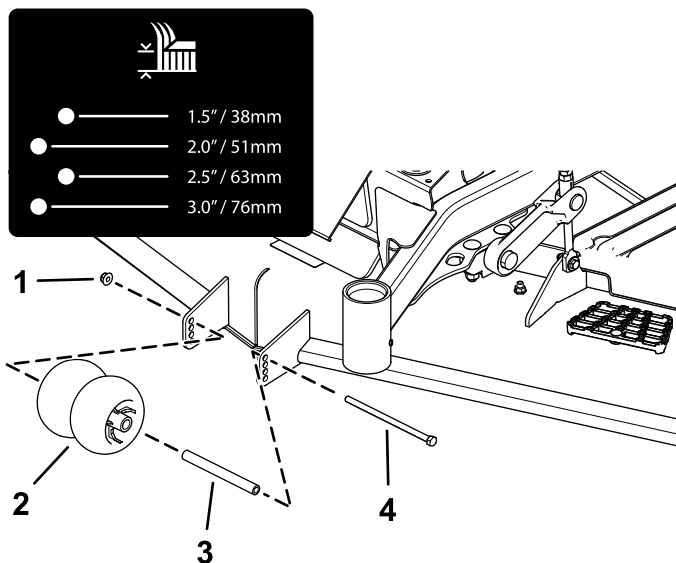
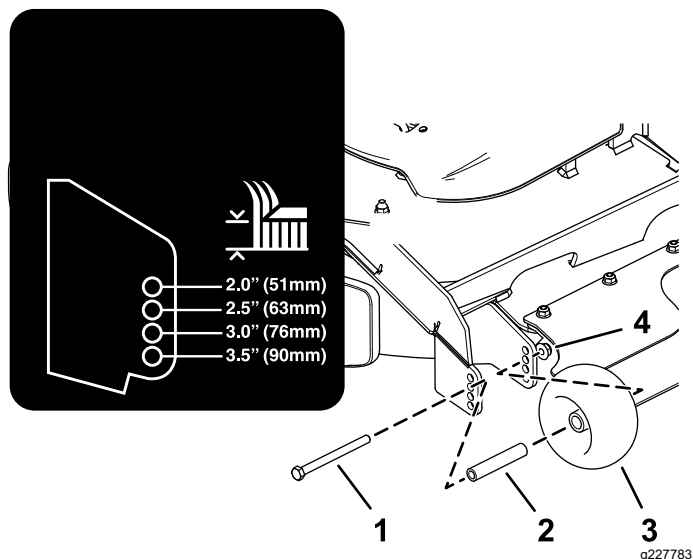

Рисунок 26
Рисунок 27
4. Отрегулируйте защитные валики, как показано на **Рисунок 26** и **Рисунок 27**.